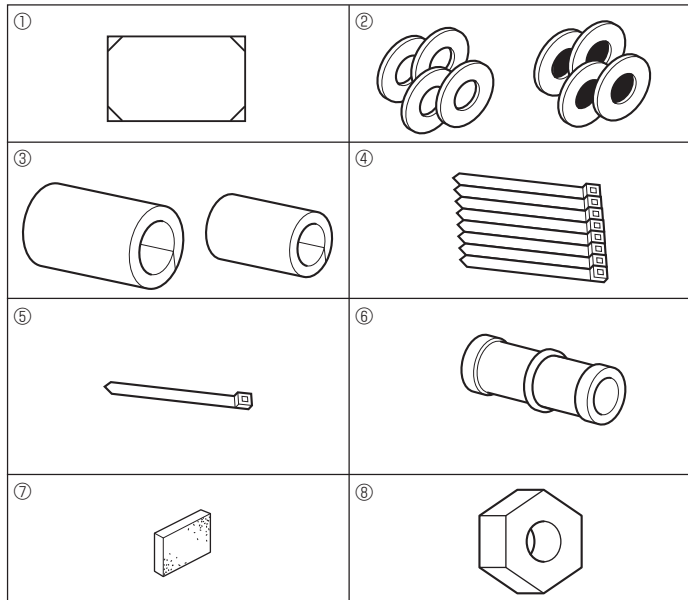

Fig. 3-1
3.1. İç ünite aksesuarlarının kontrol edin (Fig. 3-1)